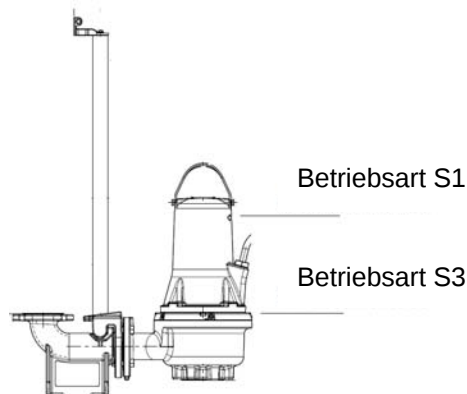

Abb. 2 Ausschalt-niveaus
- **Betriebsart S1.** Die Pumpe muss immer bis zur Motoroberkante in das Fördermedium eingetaucht sein. Siehe Abb. 2.
- **Betriebsart S3** (Aussetzbetrieb), die Pumpe muss stets bis zum oberen Teil des Pumpenkörpers von der gepumpten Flüssigkeit bedeckt sein. Siehe Abb. 2.